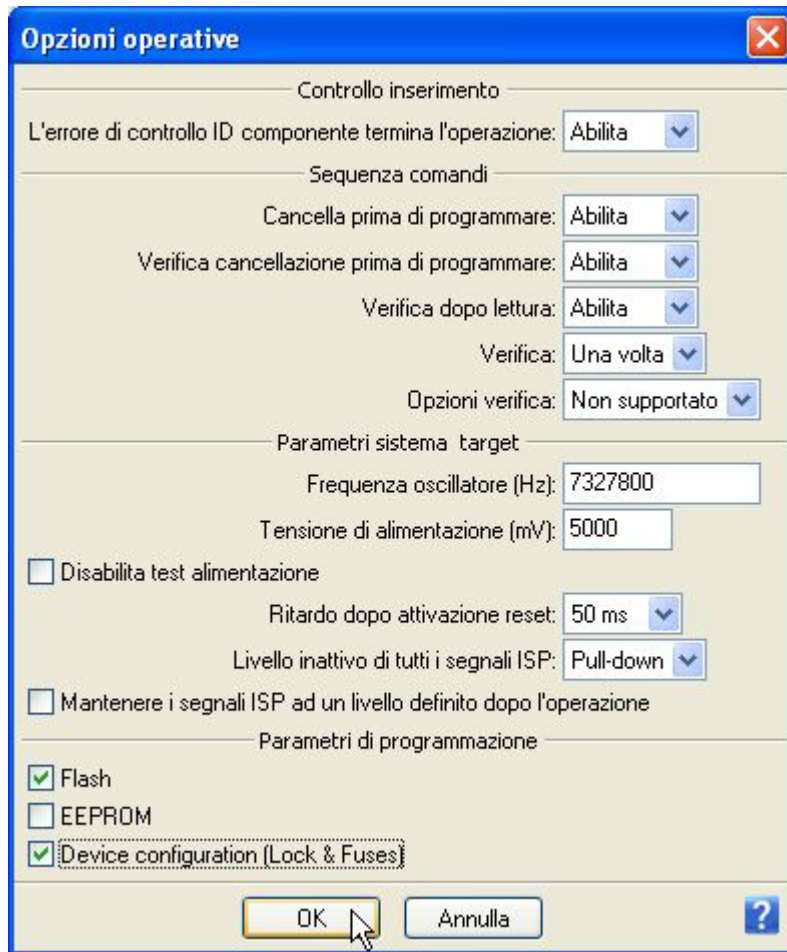

FIGURA D14: IMPOSTAZIONI OPZIONI OPERATIVE CON PG4UW
- j) Aprire la finestra delle opzioni operative con la coppia di tasti *Alt+O* oppure usando l'icona presente sulla finestra principale del **PG4UW**. Nella finestra effettuare le impostazioni richieste dall'applicazione utente, ricordando che influiscono sull'esito della programmazione ISP e sul funzionamento del Mini Modulo. La figura D14 riporta una impostazione valida per l'esecuzione del demo della scheda in cui cancella il dispositivo, programma e verifica la FLASH, programma e verifica i fusibili, programma e verifica i bits di protezione..